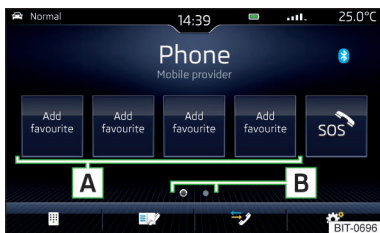

Fig. 201
- Appuyez dans le menu principal *Téléphone* sur la touche de fonction libre souhaitée **A** » fig. 200 ou » fig. 201
- Pour **modifier le groupe de mémoire** appuyez sur la touche **B** » fig. 200 ou » fig. 201.
- Pour **sélectionner**, appuyez sur la touche de fonction **A** » fig. 200 ou » fig. 201
- Maintenez dans le menu *Téléphone* la touche de fonction souhaitée **A** » fig. 200 ou » fig. 201 enfoncée.